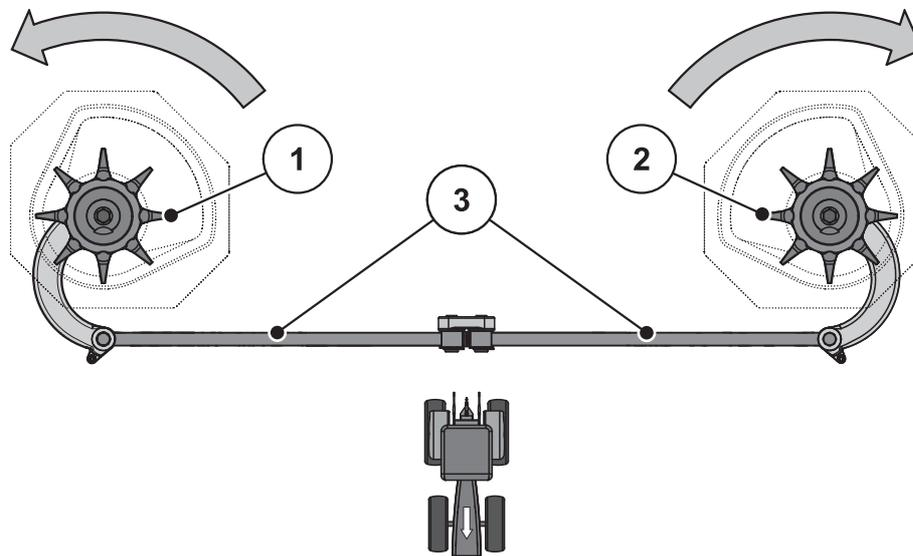

Bild 9.5: Rührwerksantrieb prüfen
2. Rührkopf von Hand **in die Drehrichtung der Wurfscheibe** drehen. Siehe Bild 9.5.
3. Rührkopf von Hand oder mithilfe eines Ölfilterbandes kräftig **gegen die Drehrichtung der Wurfscheibe** drehen. Siehe Bild 9.5.